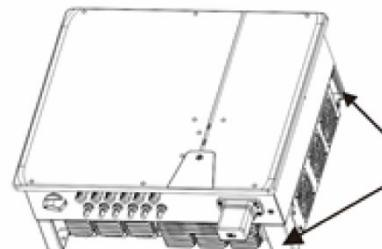

Abb. 3.2: Anhebeleposition (rechte Seite)
- 1 Gerät an den Griffmulden anheben (siehe Abb. 3.2). Geräteschwerpunkt beachten!